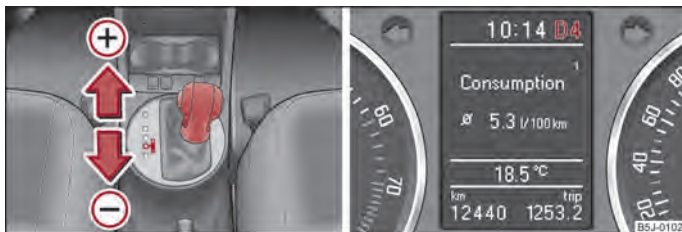

Fig. 85 Selector: selectarea manuală/afișajul mare de informații: selectarea manuală a vitezelor
Poziția selectorului de viteze se afișează, împreună cu treapta de viteză selectată, pe afișajul informativ al tabloului de instrumente ⇒ fig. 85, în dreapta.
- Apăsați scurt maneta selectorului de viteze (în culoarul Tiptronic) spre față pe ⇒ fig. 85 ⊕.